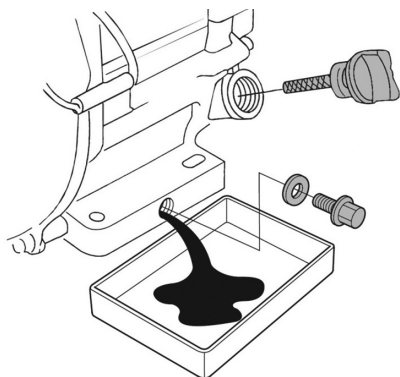

Рис. 21 Замена масла в двигателе
4. Очистите от загрязнений зону вокруг маслосазливной горловины. Извлеките крышку-щуп из маслосазливной горловины (Рис. 21) и протрите щуп чистой ветошью.
5. Открутите пробку для слива масла и слейте отработанное масло в подготовленную для этого емкость (Рис. 21).